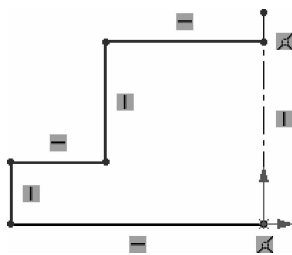

图 1-19 基座零件模型草图(绘制直线)
①单击【中心线】按钮,过原点绘制垂直中心线;单击【直线】按钮,绘制左侧基本图形,如图 1-19 所示。